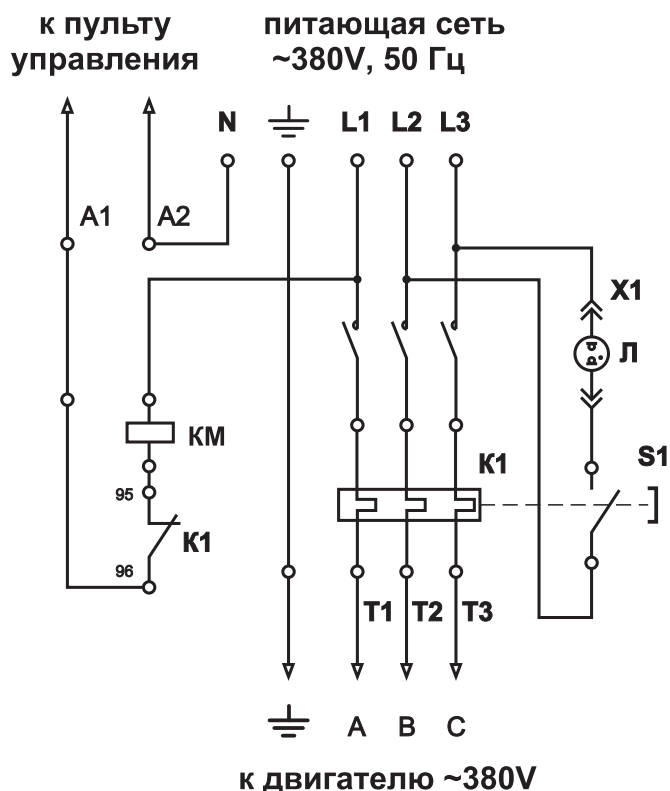

Рис.21 Схема подключения щита управления
13. Подключите шнур от щита управления золоудалением к двигателю мотор-редуктора, согласно монтажной схемы (**Рис.21**);